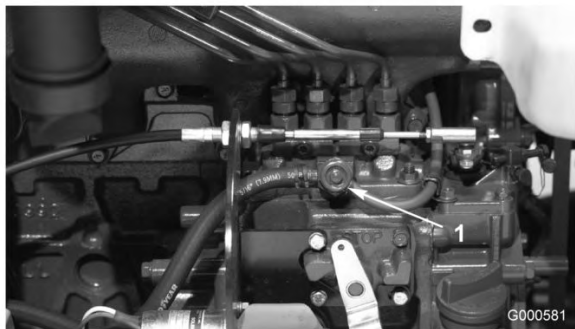

Figura 39
3. Desaperte o parafuso de purga que se encontra na bomba de injeção de combustível (Figura 39).